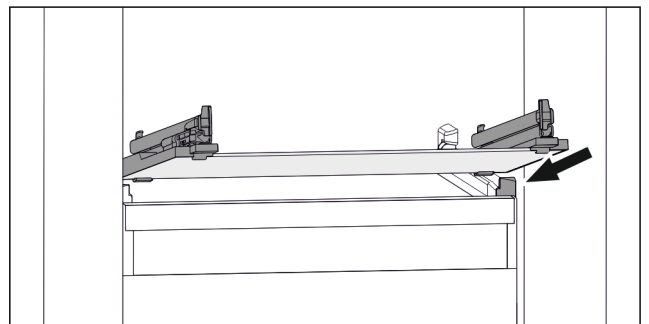

Fig. 49 Beispielhafte Darstellung der Glasplatte
- ▶ Glasplatte schräg hinter den Stopperelementen aufsetzen. (siehe Fig. 49)